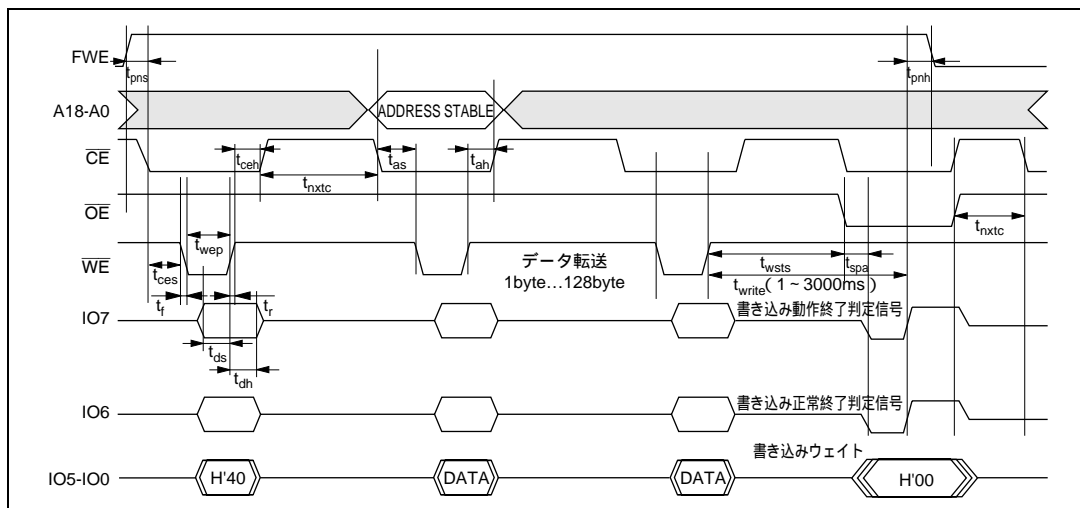

図 7.20 自動書き込みモードのタイミング波形
(2) 自動書き込みモードにおける注意事項
- (d) メモリアドレスの転送は、第2サイクルで行います (図7.20)。第3サイクル以降では転送しないでください。